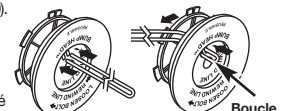

Fig. 29
- Découpez environ 6 m (20 pi) de fil neuf et faites-en deux boucles de longueurs égales. Insérez chaque extrémité de fil dans l'un des deux trous du moulinet (Fig. 29). Tirez le fil à travers le moulinet pour que la boucle soit la plus petite possible.